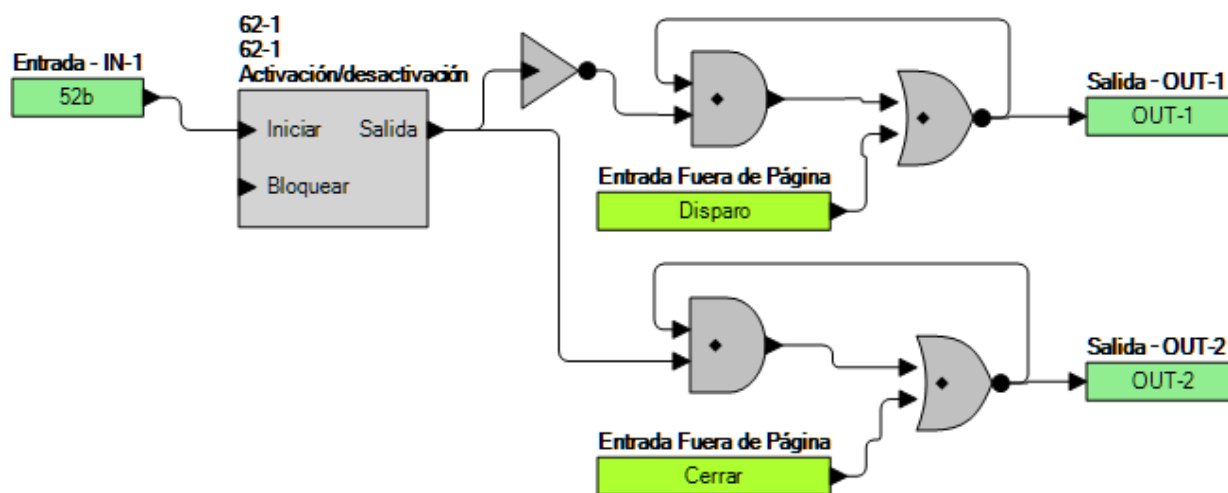

Figura 10-30. Diagrama de la lógica de sellado de la salida de contacto
Para evitar que los contactos del relevador de salida se abran prematuramente, se puede fijar un cronómetro de retención (4 a 2000 ms) con Figura 10-30 BESTCOMSP^{Plus}. Si lo desea, la lógica de sellado con comentarios de la lógica de posición del cortacircuitos puede proporcionar esta función, modificando la lógica de la salida de disparo. Para lograr esto, utilice uno de los cronómetros para fines generales (62) y configúrelo en el Modo de activación/desactivación. Configure la lógica del cronómetro de manera que se inicie con la entrada de la posición del cortacircuitos y configure el cronómetro para activación de 2 ciclos y desactivación de 2 ciclos. Lo mismo se puede hacer para la salida de cierre. Figura 10-30 proporciona un diagrama lógico de sellado.